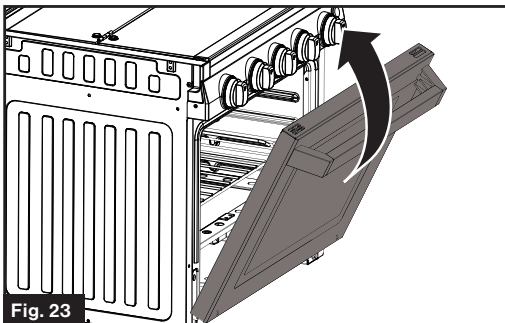

Fig. 23
- Cierre la puerta hasta que se detenga. Quedará a medio abrir. (Fig. 23)